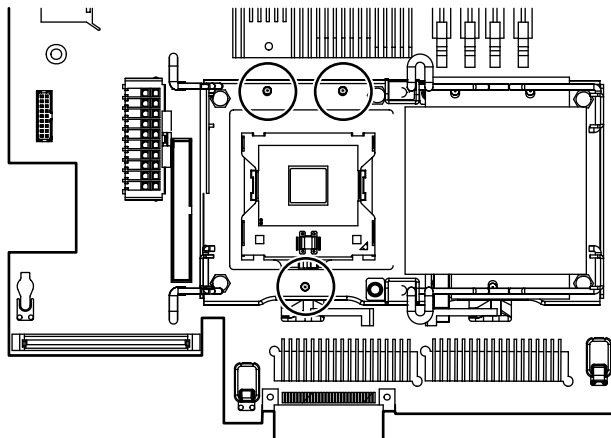

Figure 96 Alignement des broches du processeur avec les orifices du connecteur
2. Alignez les orifices du radiateur avec les deux chevilles de guidage de la cage du processeur (Figure 96).